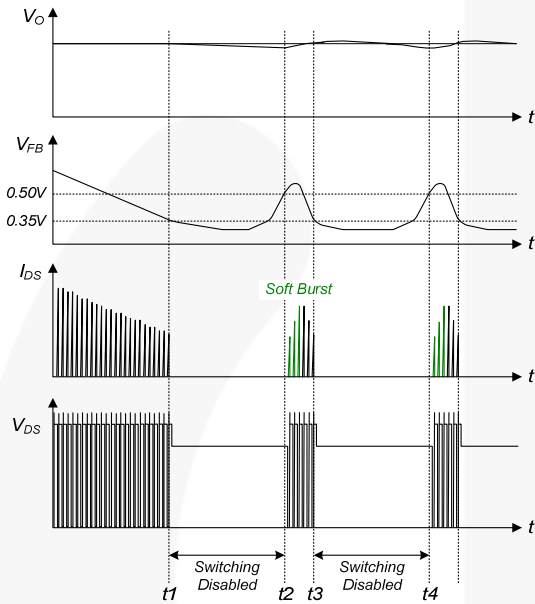

图 26. 间歇模式运行
5. 软间歇模式: 为最大程度地降低待机模式下的功耗, FSL137MRIN 会进入间歇运行模式。随着负载减小, 反馈电压也随之减小。如图 26 所示, 反馈电压降至 V_{BURL} (350 mV) 以下时, 器件自动进入间歇模式。此时, 开关过程停止, 输出电压开始降低, 降低的速率取决于待机电流负载。这会导致反馈电压上升。一旦此值超过 V_{BURH} (500 mV), 开关操作将恢复。反馈电压则随之降低, 此过程重复进行。间歇模式交替启用和禁用 SenseFET 开关过程, 从而减少待机模式下的开关损耗。